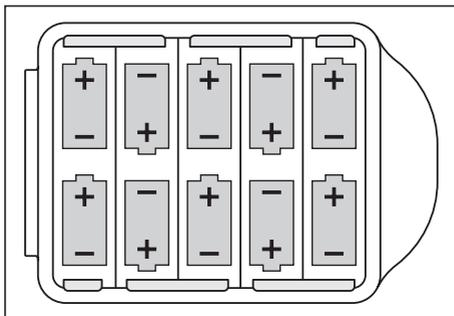

Fig. 20: Troca de pilhas no gerador – polaridade das pilhas
3. Coloque as pilhas novas. Preste atenção à polaridade correta (fig. 20).